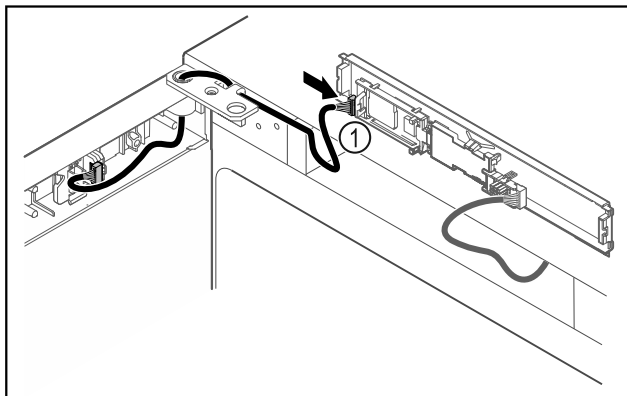

Fig. 48
- Συνδέστε το φιν Fig. 48 (1) στην πλακέτα.